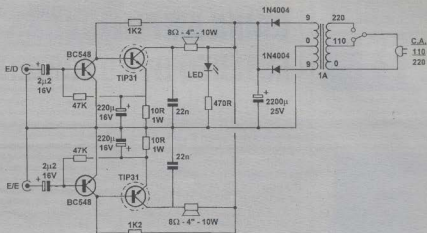

Fig. 1
- FIG. 1 - DIAGRAMA ESQUEMÁTICO DO CIRCUITO - São dois mini-amplificadores tipo *booster* (reforçadores/excitatôres de impedância), dimensionados justamente para *pegar* o sinal presente no jaque de fone do **CD player**, ampliá-lo e